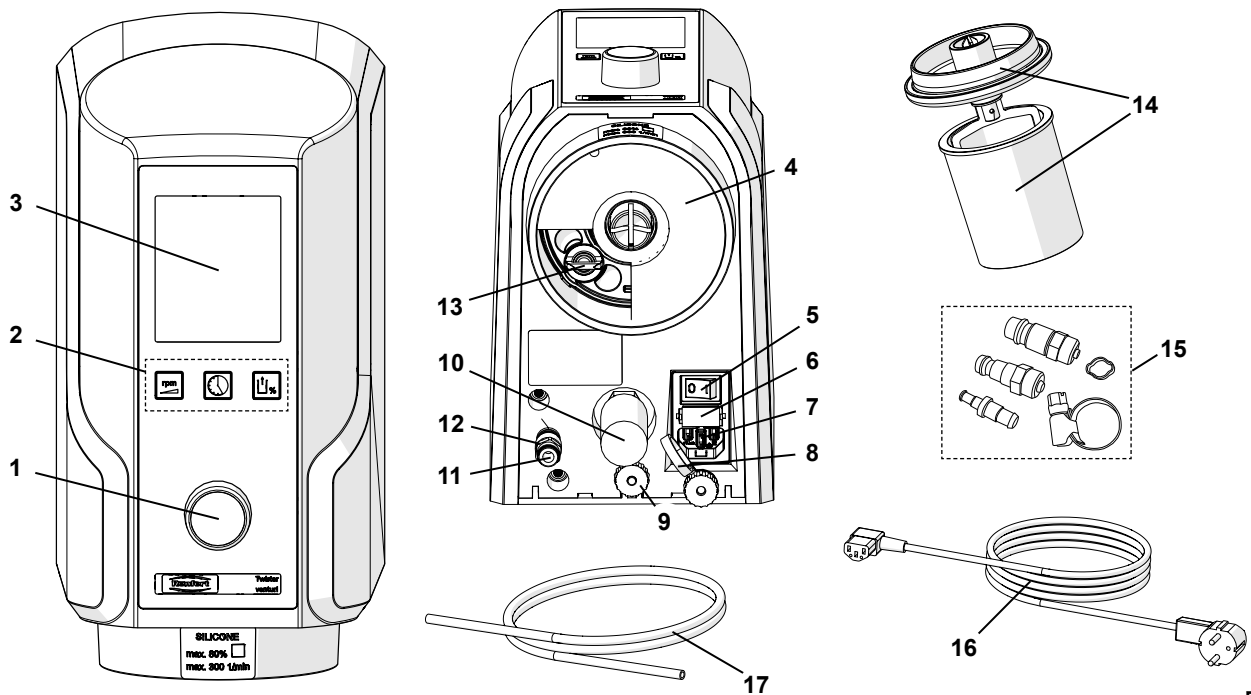

図. 1
- ⇒ エアーホース (17) をエアージョイント (11) のホースジョイントの縁までしっかりと差込みます。その際、軽く抵抗を感じます。
- ⇒ 圧縮エアネット (15, 図. 1) に接続させるために同梱セットから適切なホースカップリングを選び、ホース末端部に取り付けて下さい。